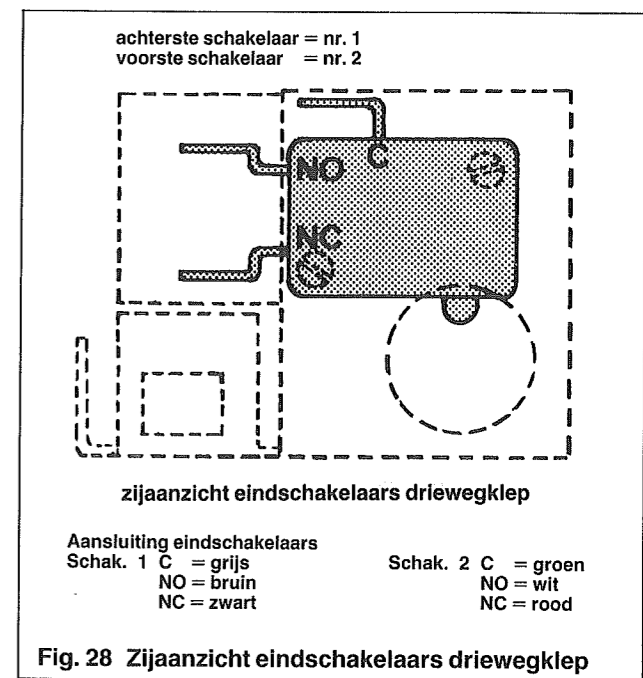

Fig. 28 Zijaanzicht eindschakelaars driewegklep
- Mikro-schakelaars van de driewegklep defekt. (fig. 28)